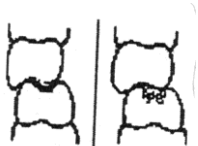

Рис. 5
2. На опорных зубах в местах фиссур и ямок турбинным бором сделайте канавки шириной равной ширине стекловолокна, глубиной 1,5- 2 мм. Если опорные зубы интактны, иссечение тканей проводите минимально, желательно в пределах эмали. Иногда целесообразно слегка сошлифовать выраженные бугры зубов – антагонистов для того, чтобы при минимальной глубине препаровки вся арматура с лежащим сверху композитом поместилась в отпрепарированной полости без превышения прикуса (рис. 5).